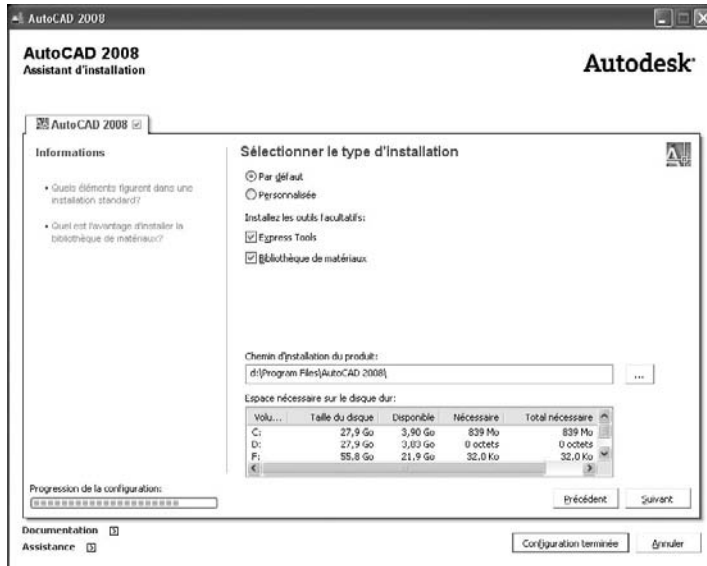

Fig.1.8
- 9 Sur la page **Sélectionner le type d'installation**, vous pouvez apporter les modifications suivantes à la configuration (fig.1.8) :